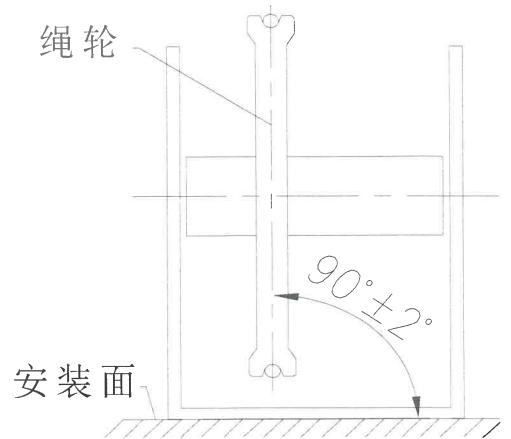

图 2
2.2.4. 限速器钢丝绳中心线与限速器安装面垂直，控制在  $90 \pm 2^\circ$  内(图 2)。